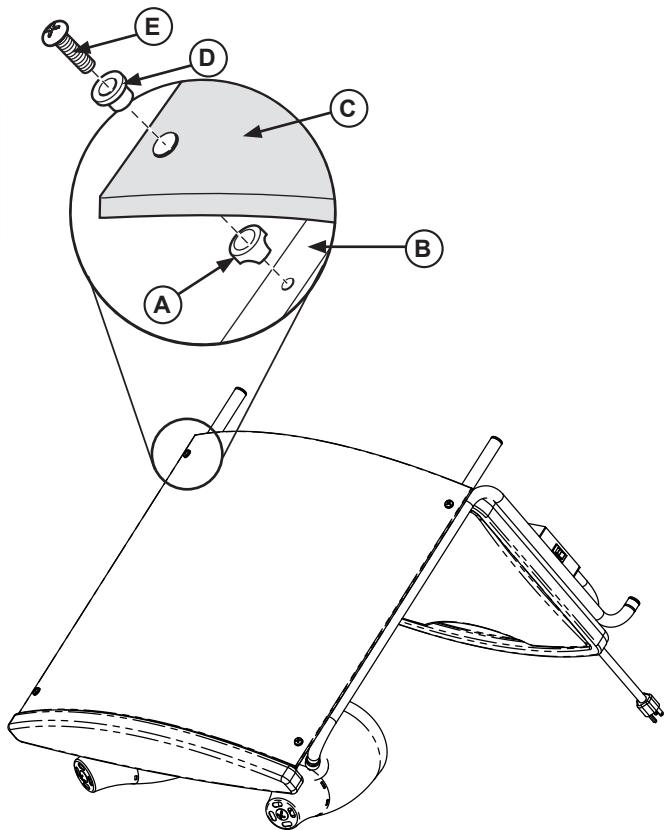

Figure 1. Installez le pare-haleine.
1. Positionnez le cadre de la station de découpage concave sur la surface d'assemblage plane dans l'orientation indiquée à la figure 1.
2. Insérez la rondelle spéciale (D) dans les trous de la vitre du pare-haleine (C).
3. Positionnez l'espaceur (A) sur le tube de l'armature (B) devant le trou. Glissez la vis (E) dans la rondelle spéciale (D), la vitre du pare-haleine (C), l'espaceur (A) et dans le trou du tube de l'armature (B). Donnez plusieurs tours à la vis (E). Ne la serrez pas pour l'instant.
4. Répétez l'étape 3 aux quatre points. Une fois le pare-haleine et la visserie en place, serrez bien toutes les vis (E).
- Placez l'interrupteur de marche/arrêt (A) en position Arrêt (Figure 1).